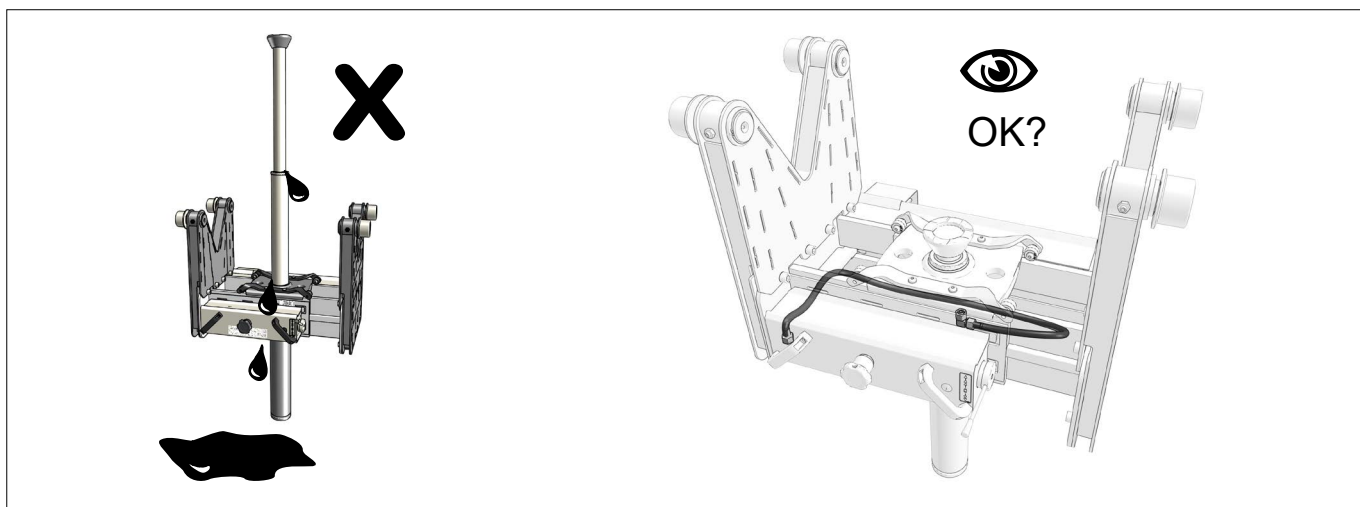

Fig.44
- Flexibles, cylindre et pompe pour les fuites (Fig.44)
- Slangar, eventuellt läckage från cylinder och pumpenhet (Fig.44)
- Letkut, sylinterin ja pumpun vuodot (Fig.44)
- Slangen, cilinder en pompeenheid op lekken (Fig.44)
- Fugas en la unidad de la bomba, el cilindro y las mangueras (Fig.44)
- Slangar, cylindre og pumpe for utætheder (Fig.44)
- Hoses, cylinder and pump unit for leaks (Fig.44)
- Dichtigkeit von Schläuchen, Zylinder und Pumpe (Fig.44)
- На предмет герметичности шлангов, цилиндра и насосного агрегата (Fig.44)
- Perdite dei tubi, dei cilindri e dell'unità di pompaggio (Fig.44)